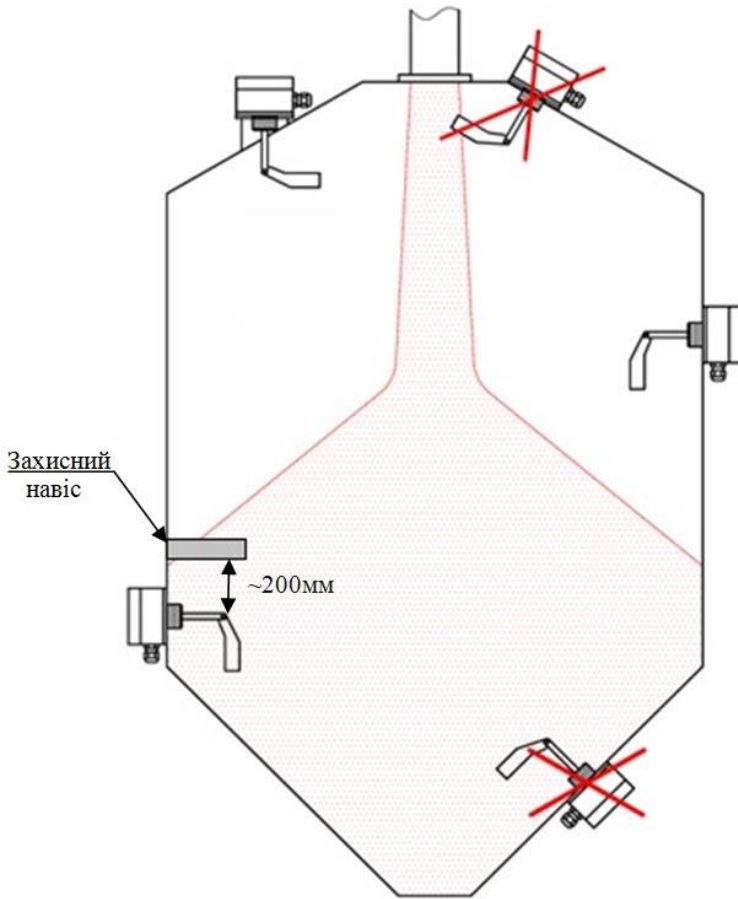

Рис. 4. Способи монтажу.
Можливі варіанти монтажу представлені на рис. 4.
- з орієнтацією кабельного вводу відмінною від орієнтації вказаної на рис. 4.